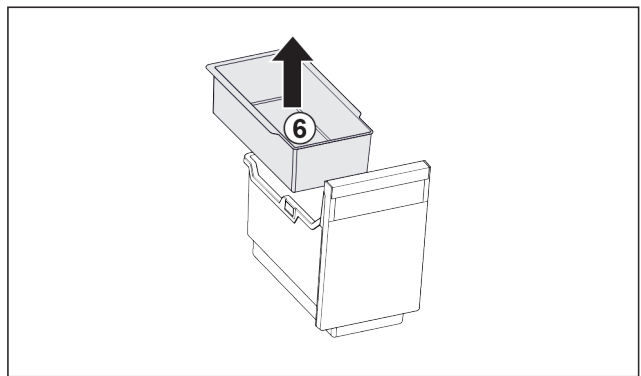

Fig. 101
- Retirer le Fig. 101 (6) balconnet pour glaçons.